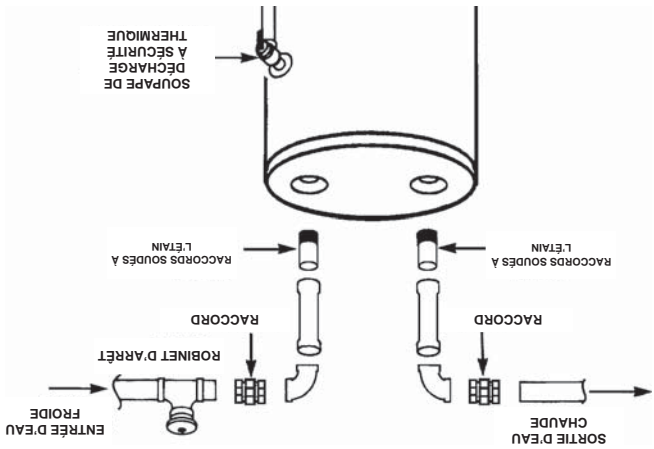

Figure : 11
**REMARQUE :** Pour éviter la corrosion en dehors des délais prescrits des raccords d'eau chaude et froide, on recommande fortement que des raccords-union ou accouplements diélectriques soient installés sur ce chauffe-eau lorsqu'il est connecté à un tuyau en cuivre, voir aussi Figure 11.